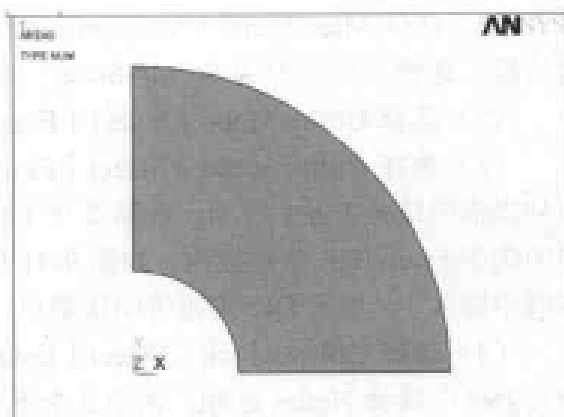

图 9-38 生成的几何模型结果显示
(3) 选择 Utility Menu | Plot | Area 命令, ANSYS 显示窗口显示所生成的几何模型, 如图 9-38 所示。